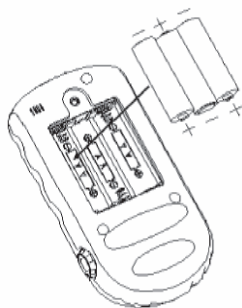

Figura 2-2
- Si se suministran pilas alcalinas AA (no recargables), según la marca de polaridad, inserte tres pilas AA en el compartimento de la batería, como se muestra en la Figura 2-2.